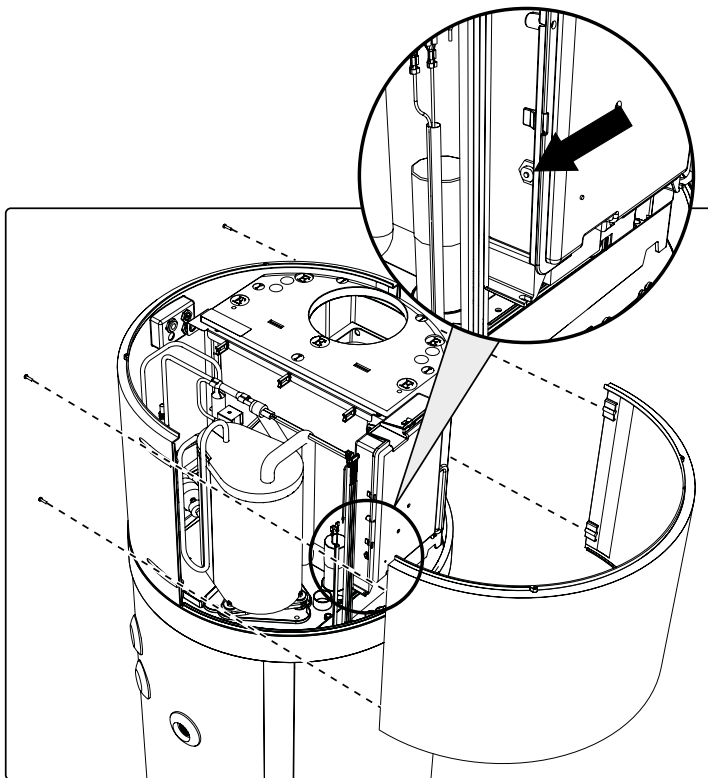

Abb. 77- Entfernen der Frontplatte
- Entfernen Sie die Frontplatte und setzen Sie das ausgelöste Sicherheitsthermostat manuell zurück (Abb. 77). Im Fall eines Auslösens steht der zentrale Stift des Thermostats ungefähr 2°mm heraus.